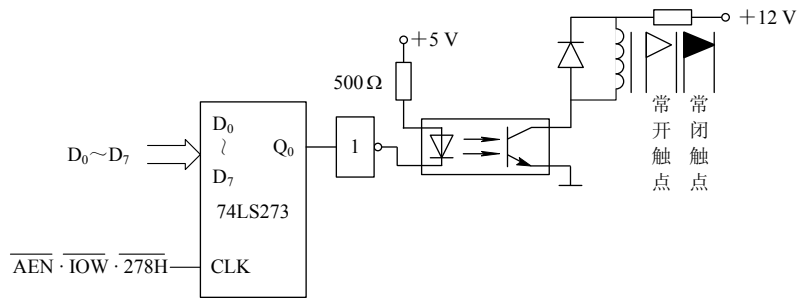

图 8.63 光电隔离输出接口
8.20 如图 8.63 所示，光电隔离输出接口使继电器工作。试画出利用继电器常闭触点进行信息反馈的电路逻辑图。并要求编写接口程序，当 CPU 送出控制信号使继电器绕组通过电流(常闭触点打开)时，利用反馈信息判断继电器工作是否正常。若正常，则程序转向 NEXT；若不正常，则转向 ERROR。